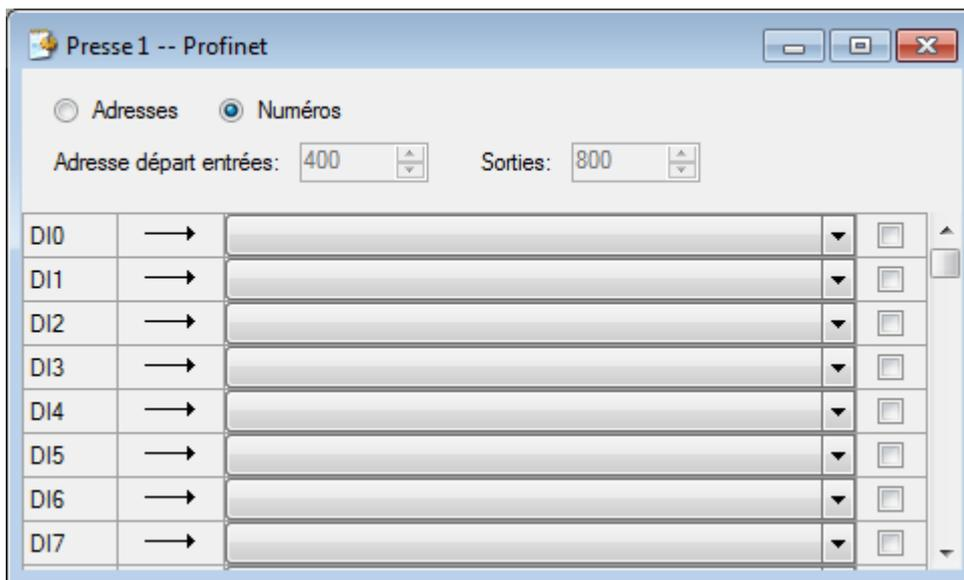

Figure 2: Fenêtre d'association des variables aux entrées/sorties PROFINET
1. Dans l'arborescence du projet, ouvrez l'onglet "matériel", puis double-cliquez sur l'onglet "Profinet", dès lors la fenêtre d'association des variables au bus PROFINET sera ouverte (voir figure 2). Note : Il est possible d'afficher les entrées/sorties par numéro ou par adresse, si vous les affichez par adresse, renseignez les adresses de départ afin d'avoir la même structure que sur le maître Profinet.